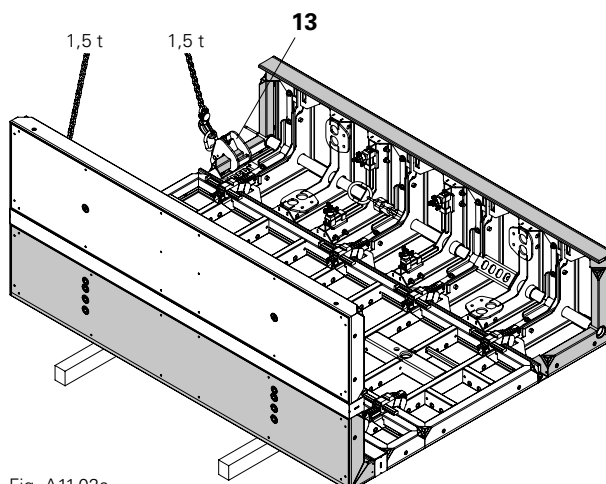

Fig. A11.02a
Pré-monter le coffrage de cage couché. (Fig. A11.02a)
- (Fig. A11.02a + A11.02b)